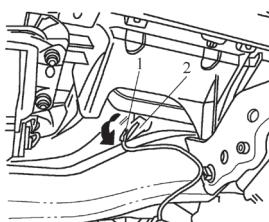

图 5-22 拆下右侧出风口温度传感器
2) 如图 5-22 所示, 拔下右侧出风口温度传感器 G151 上的插头 1。